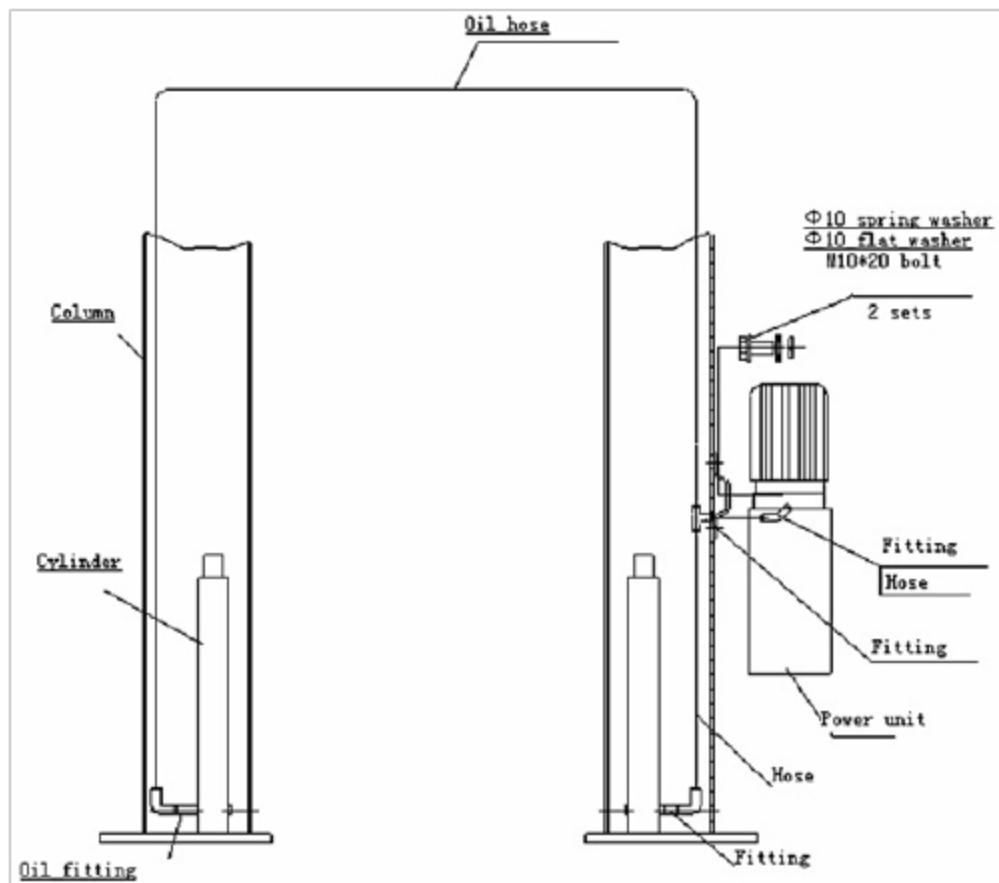
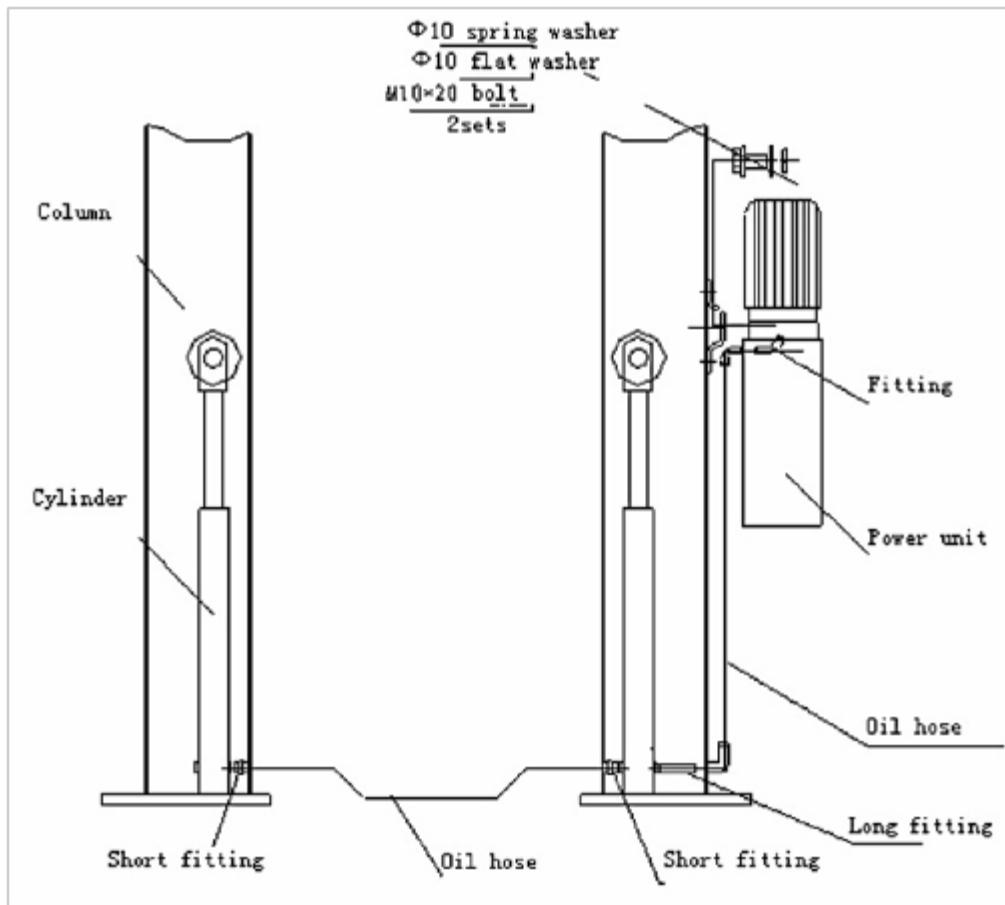

Bild 13a
Bild 13b
- Använd två M10-bultar och brickor för att fästa strömenheten (som visas på bild 13a, 13b). För tvåpelarlyft med fritt golv installerar du hydraulledningar som visas på bild 13a, för tvåpelarlyftar installerar du hydraulledningen som visas på bild 13b och skruvar ut kopplingar för att förhindra oljeläckage.